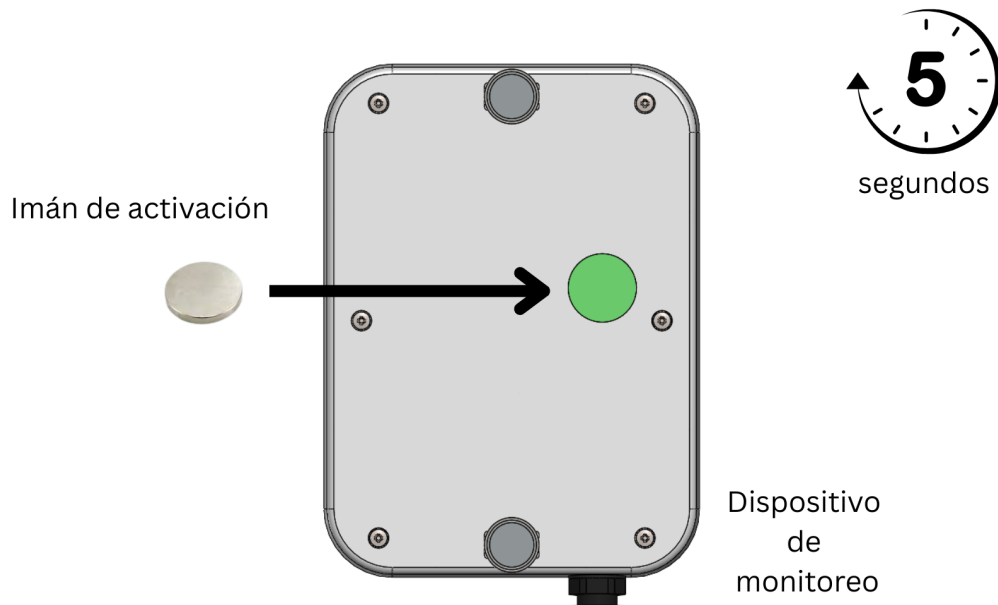

Figura 5 Activación de dispositivo
2. Mantenga el imán pegado durante 5 segundos, tal como se muestra en la Figura 5.